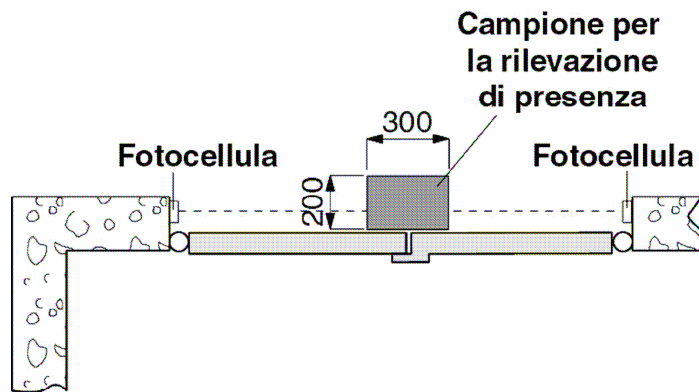

FIGURA 4
Impatto nell'area di chiusura (C).	<ul style="list-style-type: none">- Installata coppia di fotocellule (altezza 500 mm circa) in modo tale da rilevare la presenza del parallelepipedo di prova (altezza 700 mm) posizionato come indicato in figura 4.